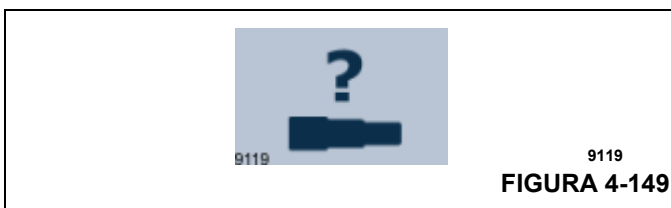

FIGURA 4-149
- Ingrese a la pantalla de solicitud de restauración telescópica. La Figura 4-149 muestra el icono para esta pantalla.